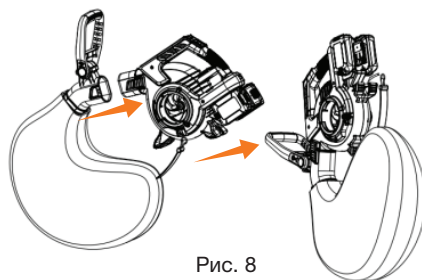

Рис. 8
2. Установите мешок защелкнув его в выходной части воздуходувки (Рис. 8).